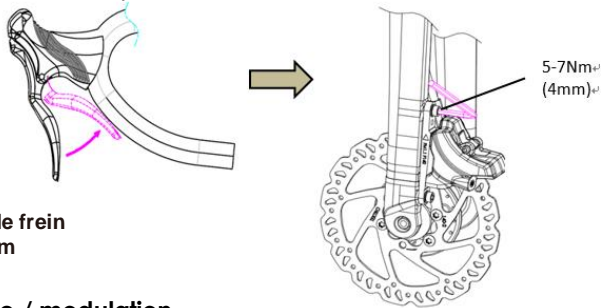

Fig. G-3 Tirez le levier de frein et serrez l'étrier à 5-7 Nm
- Pour aligner l'étrier, fixez solidement la roue conformément au manuel d'utilisation du vélo, tirez fermement le levier de frein et tenez-le pour auto-aligner l'étrier sur le rotor tout en serrant les boulons de montage de l'étrier avec un couple de 5-7 Nm (Fig. G-3).